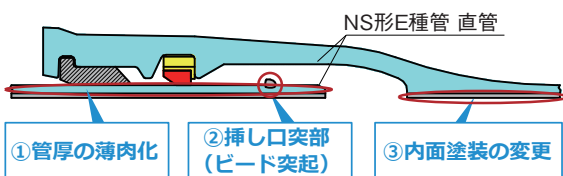

図3 NS形ダクタイル鉄管E種管の特長
NS形ダクタイル鉄管E種管は、①管厚の薄肉化、②ビード溶接による挿し口突部形成、③内面塗装の変更により、低コスト・軽量化が実現されている（図3）。また、従来のNS形管、GX形管と同様の耐震性を引き継いでおり、安